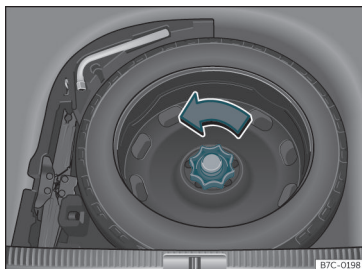

Abb. 216 Im Gepäckraum: hochgeklappter Ladeboden.
- Drehen Sie das Rädchen entgegen dem Uhrzeigersinn heraus»» **Abb. 216** .